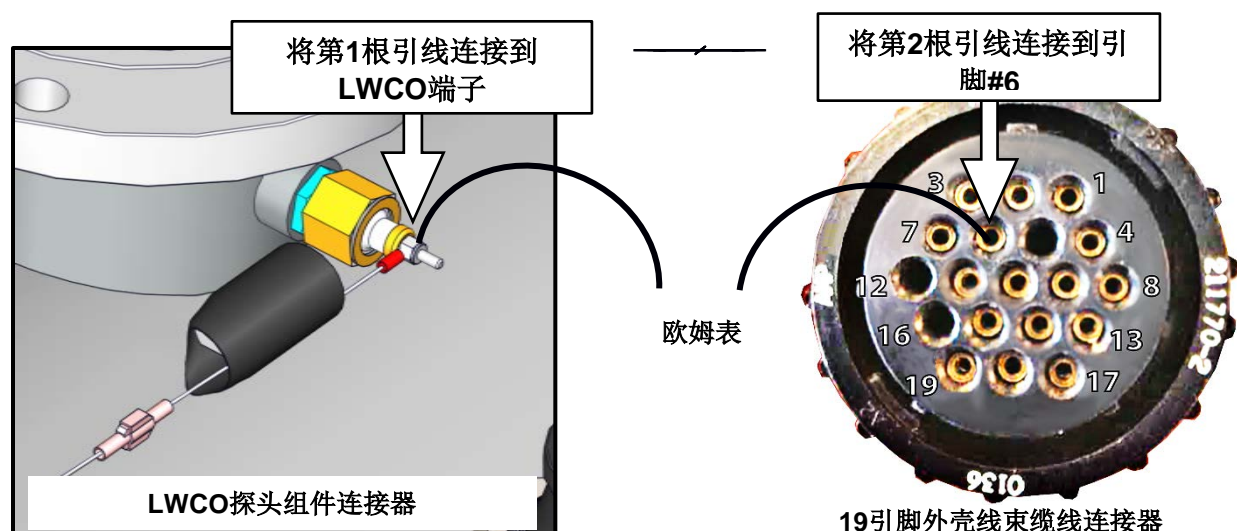

图 4-14: 在 LWCO 探头和外壳线束缆线之间连接欧姆表
3. 使用欧姆表，将一个欧姆表探测针连接到设备外壳上的 LWCO 电容器端子，如图 4-14 中的左图所示。
4. 如图 4-14 右侧所示，将第二个欧姆表探测针连接到壳体线束连接器 (已从 C-More 控制器上取下) 的引脚 #6。